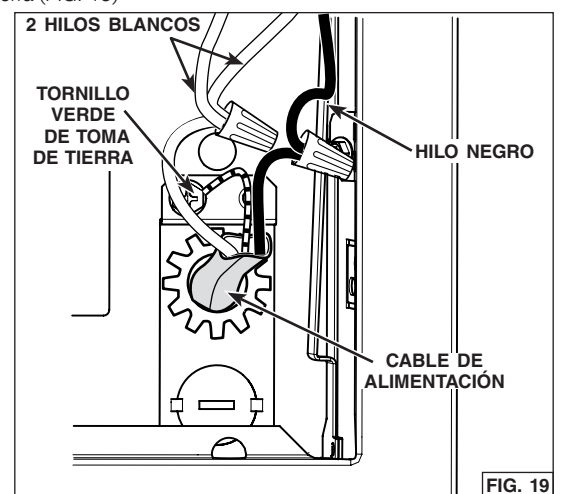

FIG. 19
1. Usando capuchones de conexión adecuados (no incluidos), conectar los hilos del cable de alimentación a los hilos de la campana como sigue: el hilo NEGRO al hilo NEGRO, el hilo BLANCO a los dos hilos BLANCOS y el hilo VERDE o pelado al tornillo VERDE de toma de tierra (FIG. 19)